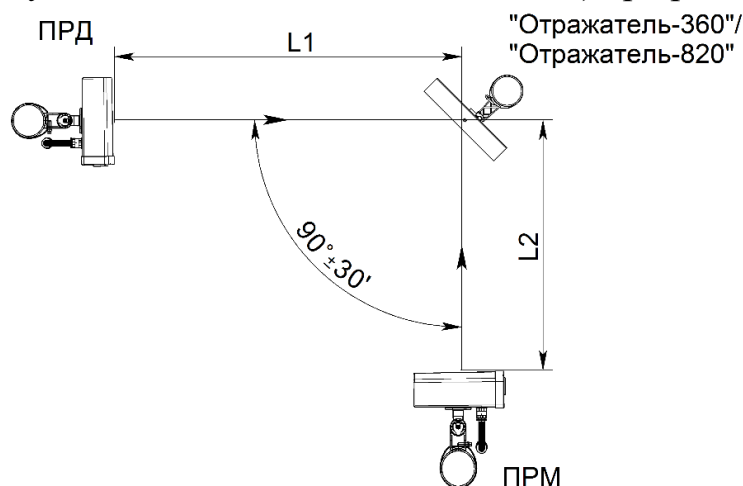

Рисунок 2.13 – Установка извещателей с применением отражателя «Отражатель-360» («Отражатель-820»)
2.3.9.2 При работе извещателей с «Отражателем-360» (см. рисунок 2.13) суммарная длина зоны обнаружения  $L1+L2$  (где  $L1$  – расстояние между блоком ПРД и отражателем,  $L2$  – расстояние между отражателем и блоком ПРМ) не должна превышать: